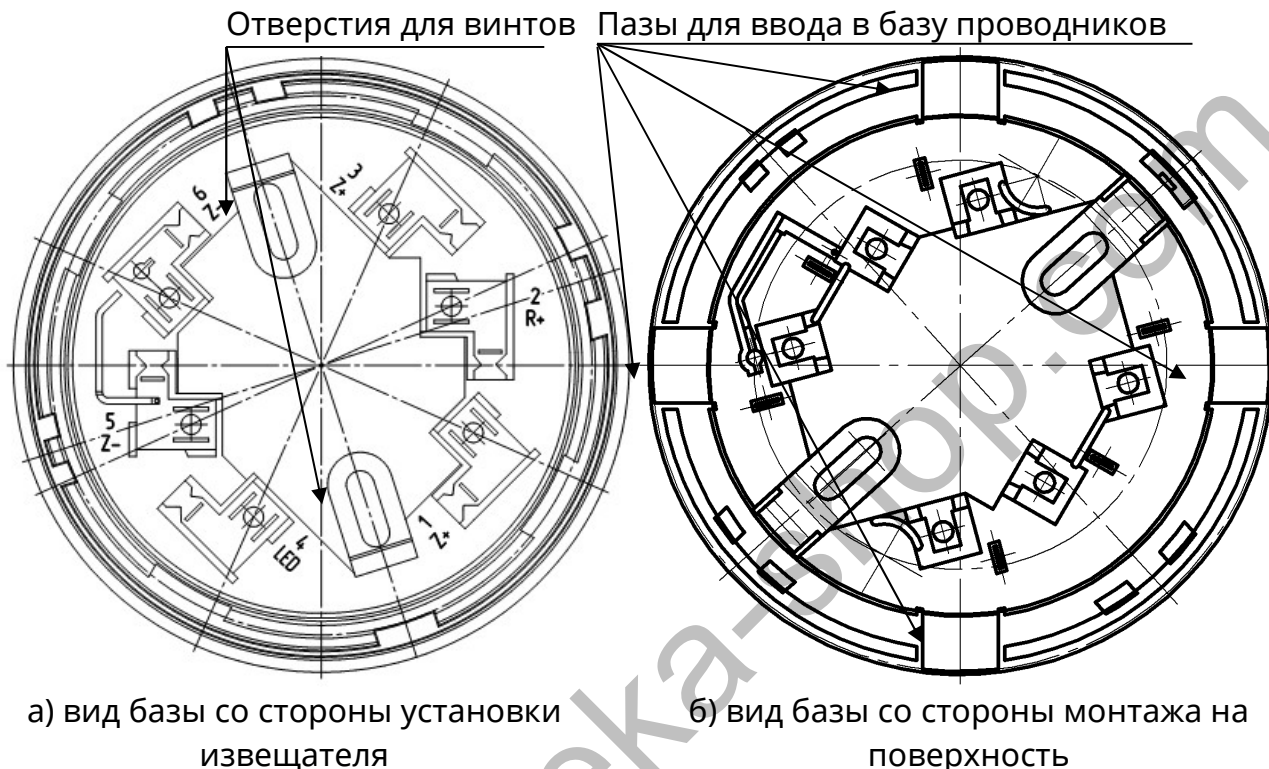
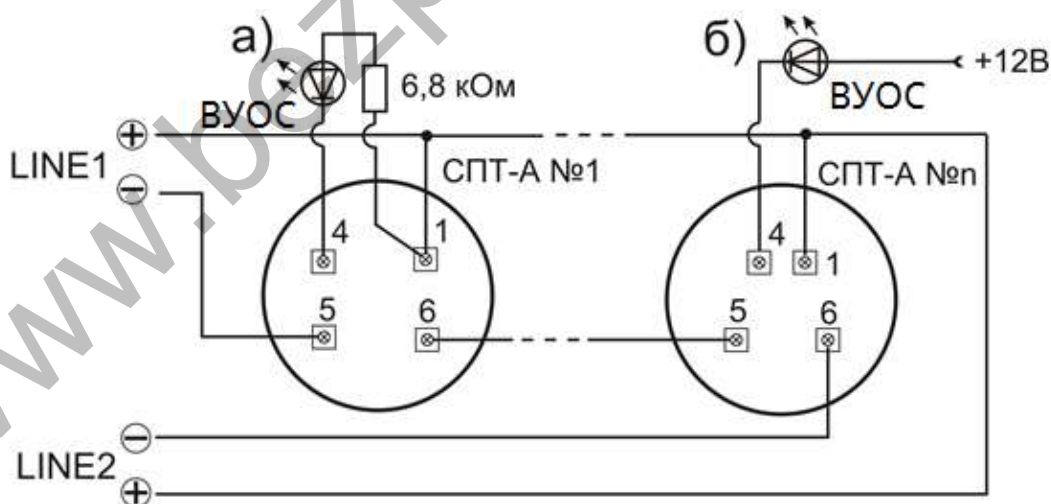

Рисунок 1 – База извещателя
Рисунок 2 – Подключение извещателей к кольцевому ША: а) питание ВУОС от ША, используется контакт 1; б) питание ВУОС от источника 12 В
4.1 Извещатель комплектуется базой (рисунок 1). Для присоединения извещателя к базе, необходимо наложить извещатель на базу, с небольшим усилием прижать к базе, повернуть по часовой стрелке и после просадки в базу довернуть до упора. Для отсоединения повторить действия в обратном порядке.
5.1 Для установки извещателя необходимо базу отсоединить от извещателя (рисунок 1), и закрепить ее на потолке помещения с помощью дюбелей или винтов. Проводники в базу заводят через специальные пазы. **Перед вводом проводников в базу необходимо обязательно снять внешнюю изоляцию. Не допускаются перекосы и деформирование базы. Не допускаются перекосы извещателя в базе.** Монтаж базы извещателя проводить только на **плоскую поверхность** для предотвращения перекосов при затягивании винтов. В случае, когда это невозможно, необходимо устанавливать базу на плоскую подставку.
5.2 Подключение извещателей необходимо выполнять согласно схеме, приведенной на рис. 2. Назначение контактов на рис. 2 **(в скобках указано обозначение контактов на базе, рис.1):**